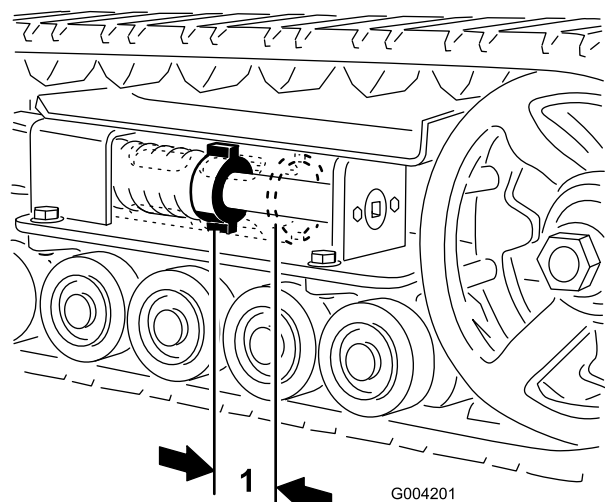
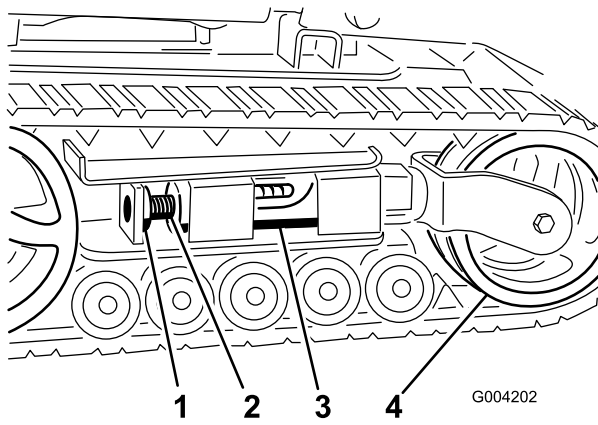
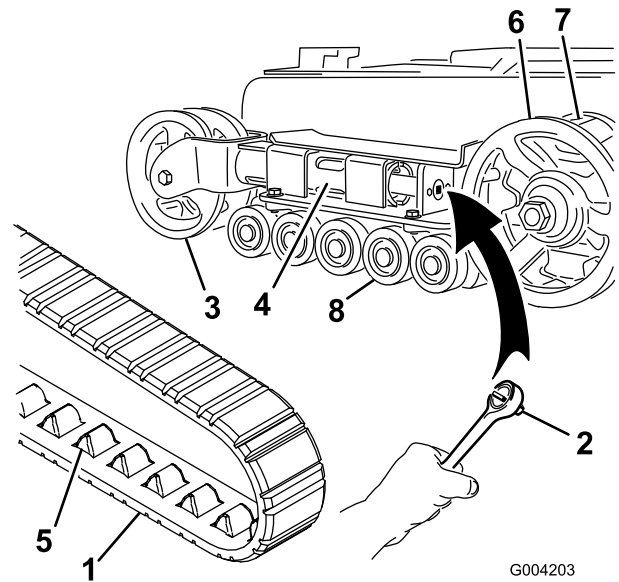
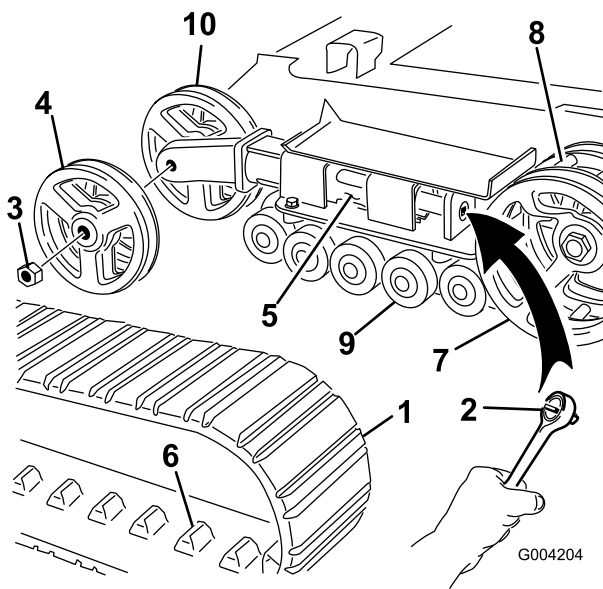

Bild 44
Bild 45
Bild 46
Bild 47
Zwischen der Spannungsmutter und der Rückseite des Spannungsrohrs sollte ein Abstand von 7 cm sein (Bild 44). Stellen Sie ansonsten die Kettenspannung wie folgt ein:
3. Entfernen Sie die Befestigungsschraube und Mutter (Bild 45).
4. Drehen Sie die Spannschraube mit einem Sechskantschlüssel (1/2 Zoll) (Bild 46) nach links, bis der Abstand zwischen der Spannmutter und der Rückseite des Spannsrohrs 7 cm beträgt (Bild 44).
5. Richten Sie die am nächsten liegende Kerbe in der Spannschraube mit dem Loch der Befestigungsschraube aus und befestigen Sie die Schraube mit der Befestigungsschraube und Mutter (Bild 45).
4. Lösen Sie die Antriebsspannung mit einem Sechskantschlüssel (1/2 Zoll), indem Sie die Spannschraube nach rechts drehen (Bild 45 und Bild 46).
5. Drücken Sie das Spannrاد zur Rückseite der Maschine, um den Abzweigschlauch gegen den Rahmen zu bewegen (Bild 46). (Wenn es den Rahmen nicht berührt, drehen Sie die Spannschraube so lange, bis es funktioniert.)
7. Wenn Sie die Kette vom Spannrاد entfernt haben, entfernen Sie sie auch vom Antriebsrad und den Straßenrädern (Bild 46).
8. Legen Sie die neue Kette, beginnend beim Antriebswirbel, um den Wirbel und stellen Sie sicher, dass die Stollen an der Kette zwischen die Distanzstücke auf dem Wirbel passen (Bild 46).
9. Drücken Sie die Kette unter und zwischen die Straßenräder (Bild 46).
11. Drehen Sie die Spannschraube nach links, bis der Abstand zwischen der Spannmutter und der Rückseite des Abzweigschlauchs 7 cm beträgt (Bild 44).
- Entfernen Sie die Befestigungsschraube und Mutter (Bild 45).
- Lösen Sie die Antriebsspannung mit einem Sechskantschlüssel (1/2 Zoll), indem Sie die Spannschraube nach rechts drehen (Bild 45 und Bild 47).
- Drücken Sie das Spannrad zur Rückseite der Maschine, um den Druckschlauch gegen den Rahmen zu bewegen (Bild 47). (Wenn es den Rahmen nicht berührt, drehen Sie die Spannschraube so lange, bis es funktioniert.)
- Nehmen Sie die Mutter ab, mit der das äußere Spannrad befestigt ist. Nehmen Sie das Rad ab (Bild 47).
- Nehmen Sie die Kette ab (Bild 47).
- Nehmen Sie die Mutter ab, mit der das innere Spannrad befestigt ist. Nehmen Sie das Rad ab (Bild 47).
- Setzen Sie das innere Spannrad ein und befestigen Sie es mit der vorher abgenommenen Mutter (Bild 47).
- Montieren Sie die neue Kette. Achten Sie darauf, dass die Stollen in der Kette zwischen die Distanzstücke in der Mitte des Antriebsrads passen (Bild 47).
- Setzen Sie das äußere Spannrad ein und befestigen Sie es mit der vorher abgenommenen Mutter (Bild 47).
- Drehen Sie die Spannschraube nach rechts, bis der Abstand zwischen der Spannmutter und der Rückseite des Abzweigschlauchs 7 cm beträgt (Bild 44).